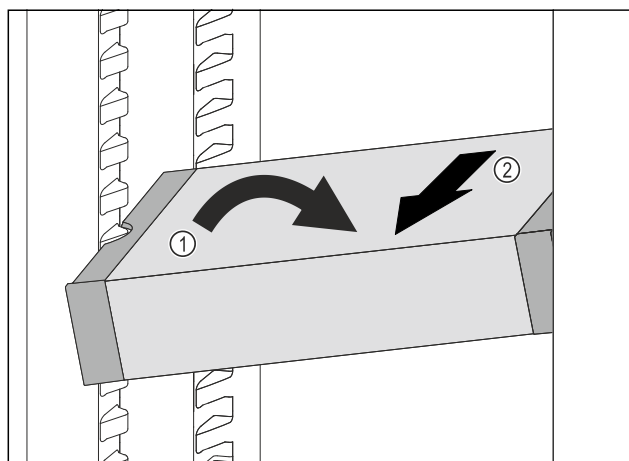

Fig. 83
- VarioSafe in het koelgedeelte schuin zetten. Fig. 83 (1)
- VarioSafe naar voren toe verwijderen. Fig. 83 (2)